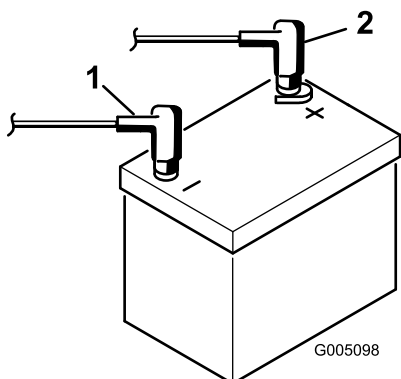

Figura 4
7. Instale o cabo positivo (vermelho) no terminal positivo (+) e o cabo negativo (negro) no terminal negativo (-) da bateria e fixe-os com os parafusos e as porcas (Figura 4). Certifique-se de que o terminal positivo (+) se encontra correctamente colocado no pólo e de que o cabo se encontra correctamente encaixado na bateria. O cabo não deverá estar em contacto com a cobertura da bateria.